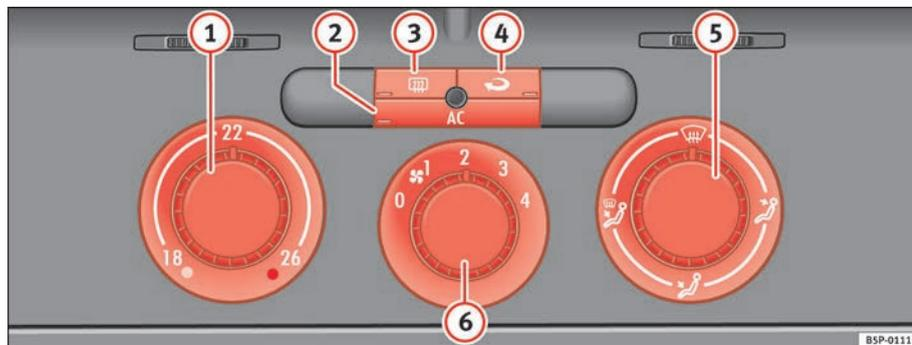

Fig. 128 Sulla plancia portastrumenti: i comandi del Climatic
- Ruotare verso destra la manopola di regolazione della temperatura ⇒ fig. 128 ① portandola sul livello desiderato.